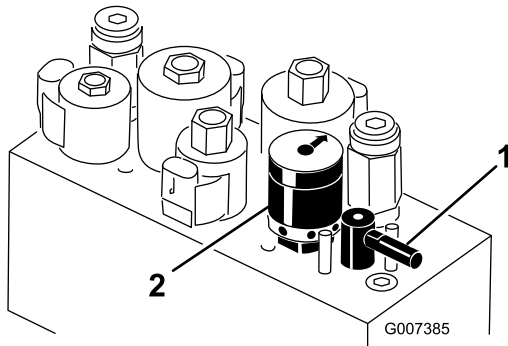

Figure 28
- Pour régler la vitesse des cylindres, tournez le bouton (Figure 28) jusqu'à ce que la flèche soit en face du numéro correspondant au réglage voulu.